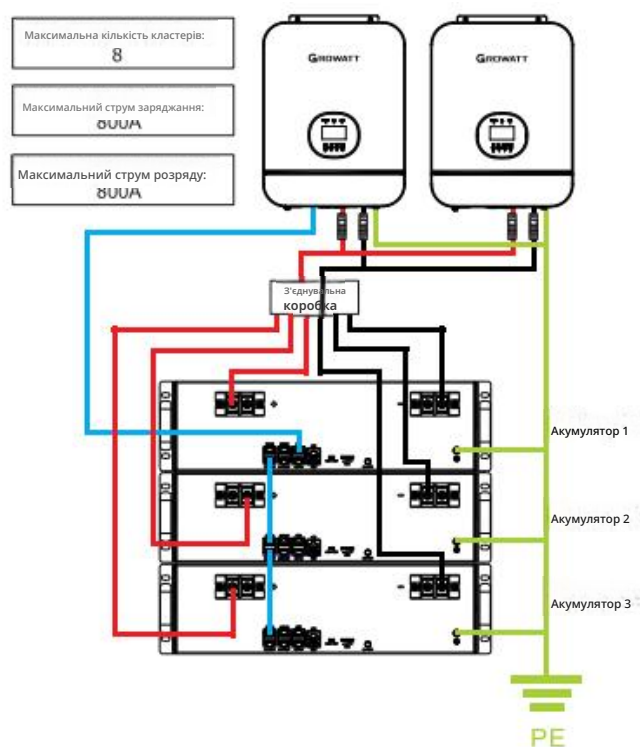

Рисунок 8: Схема встановлення для розширення потужності
- 2) Дивіться рисунок 8 для підключення силового кабелю.